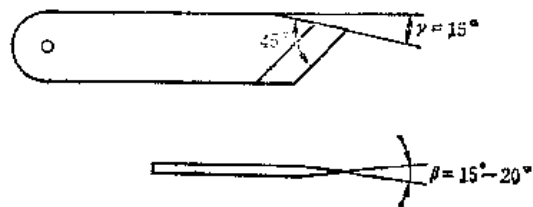

图8-3-3 刀子
1) 工具准备 热胶法所使用的工具是用于切割橡胶板和胶料的刀子；用于破胶带接头和紧固捆绑加热器的8"克丝钳、钢丝绳、钢丝绳夹子；用于清洗刷干净破头的毛刷、洗耳球、油盘、电动式或风动砂轮机、钢丝刷子；用于胶接用的加热器、夹紧器、手拉葫芦、料桶、剪刀、温度计、电流计、大小压辊；磨刀用的油石等等。见图8-3-3至图8-3-6。